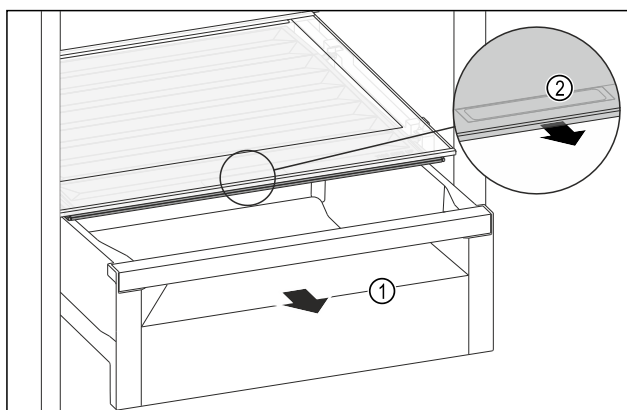

Fig. 116
- Zásuvku Fig. 116 (1) vytáhněte.
- Uchopte prohlubeň pro rukojeť Fig. 116 (2) na víku zásuvky a současně zatáhněte za víko zásuvky směrem dopředu.